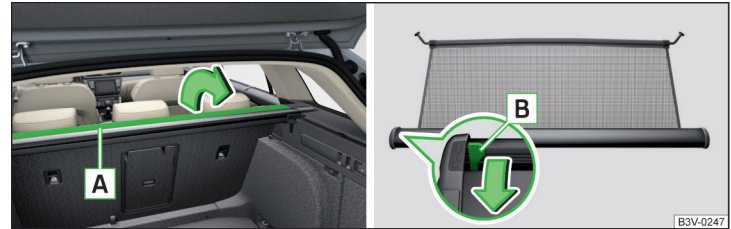

Abb. 161 Teil der aufrollbaren Gepäckraumabdeckung aufklappen / Entriegelungshebel
- › Den Teil **A** der aufrollbaren Gepäckraumabdeckung in Pfeilrichtung aufklappen » Abb. 161.
- › Den Teil **A** der aufrollbaren Gepäckraumabdeckung entgegen der Pfeilrichtung zurückklappen » Abb. 161.
Sollte die Netztrennwand beim Herausziehen blockieren, dann den Entriegelungshebel **B** in Pfeilrichtung drücken » Abb. 161.